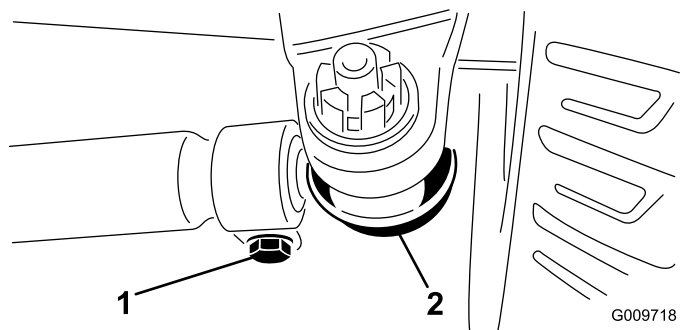

Figure 114
3. Pour le régler le pincement, retirez la goupille fendue et l'écrou de l'une des rotules de biellette (Figure 114).
5. Desserrez les fixations aux deux extrémités des biellettes (Figure 114).